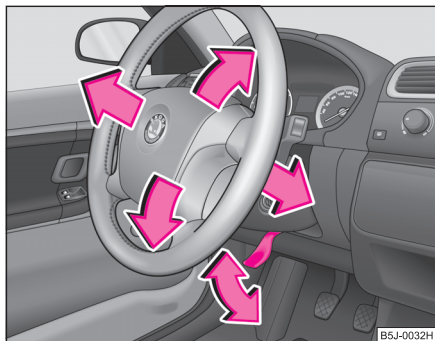

Fig. 87 Volan reglabil:
- Îndreptați maneta de sub volan ⇒ fig. 87, în jos ⇒ ⚠.